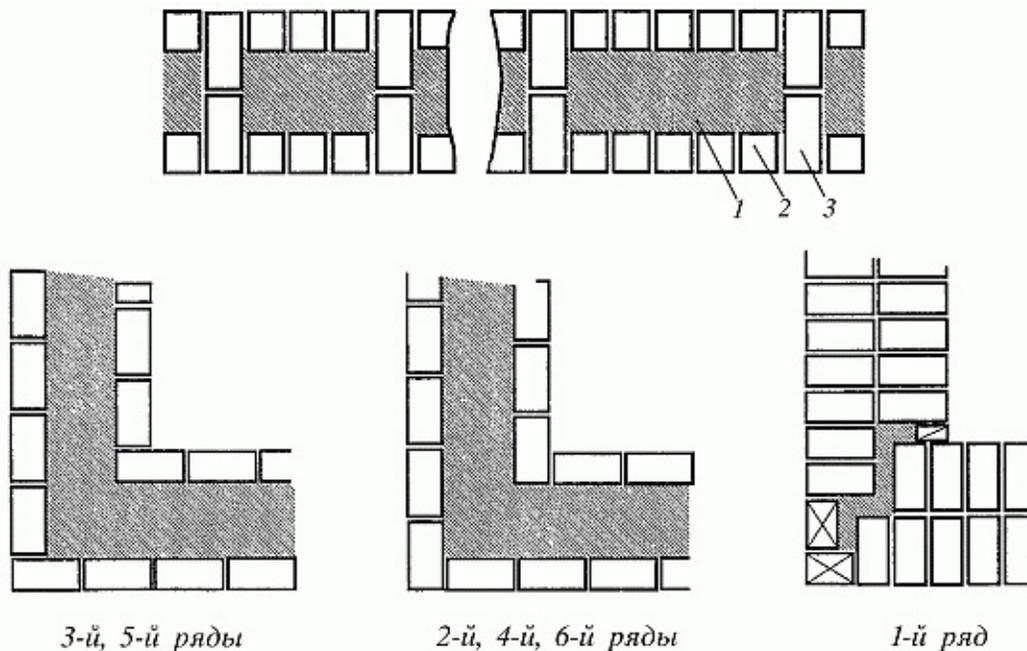

Рис. 24. Облегченная кирпично-бетонная кладка: 1 – легкий бетон; 2 – ложковые ряды; 3 – тычковые ряды
*Облегченная кирпично-бетонная кладка (рис. 24)* состоит из двух стенок толщиной в четверть кирпича и легкого бетона, укладываемого между ними. Стенки связываются тычковыми рядами, заходящими в бетон на три кирпича и располагаемыми через каждые 3 или 5 ложковых рядов кладки. Тычковые ряды (диафрагмы) можно размещать в одной плоскости и вразбежку в шахматном порядке, в зависимости от принятой толщины стены, которая может быть от 380 до 680 мм. Вместо сплошных тычковых рядов связь между продольными стенками допускается осуществлять отдельными кирпичами, укладываемыми в продольных стенках тычками не реже чем через 2 ряда по высоте и не реже чем через два кирпича, уложенных ложками по длине продольных стенок.